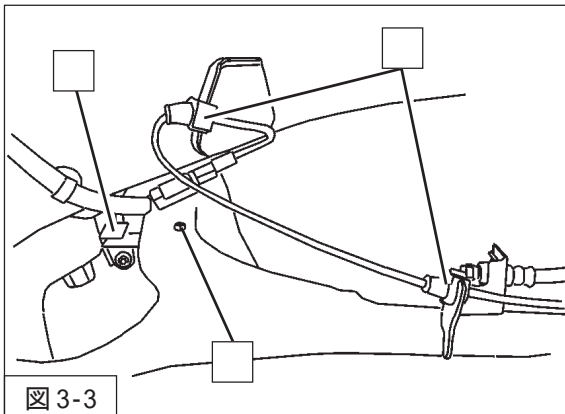

図3-3
4. リアヘッドライトアジャスタセンサ取付ボルトを取外し、アクスルビームからリアヘッドライトアジャスタセンサーを取外してください。(図3-3)
5. ワイヤガイドラバーのクリップ(2ヶ所)を取外してください。(図3-3)